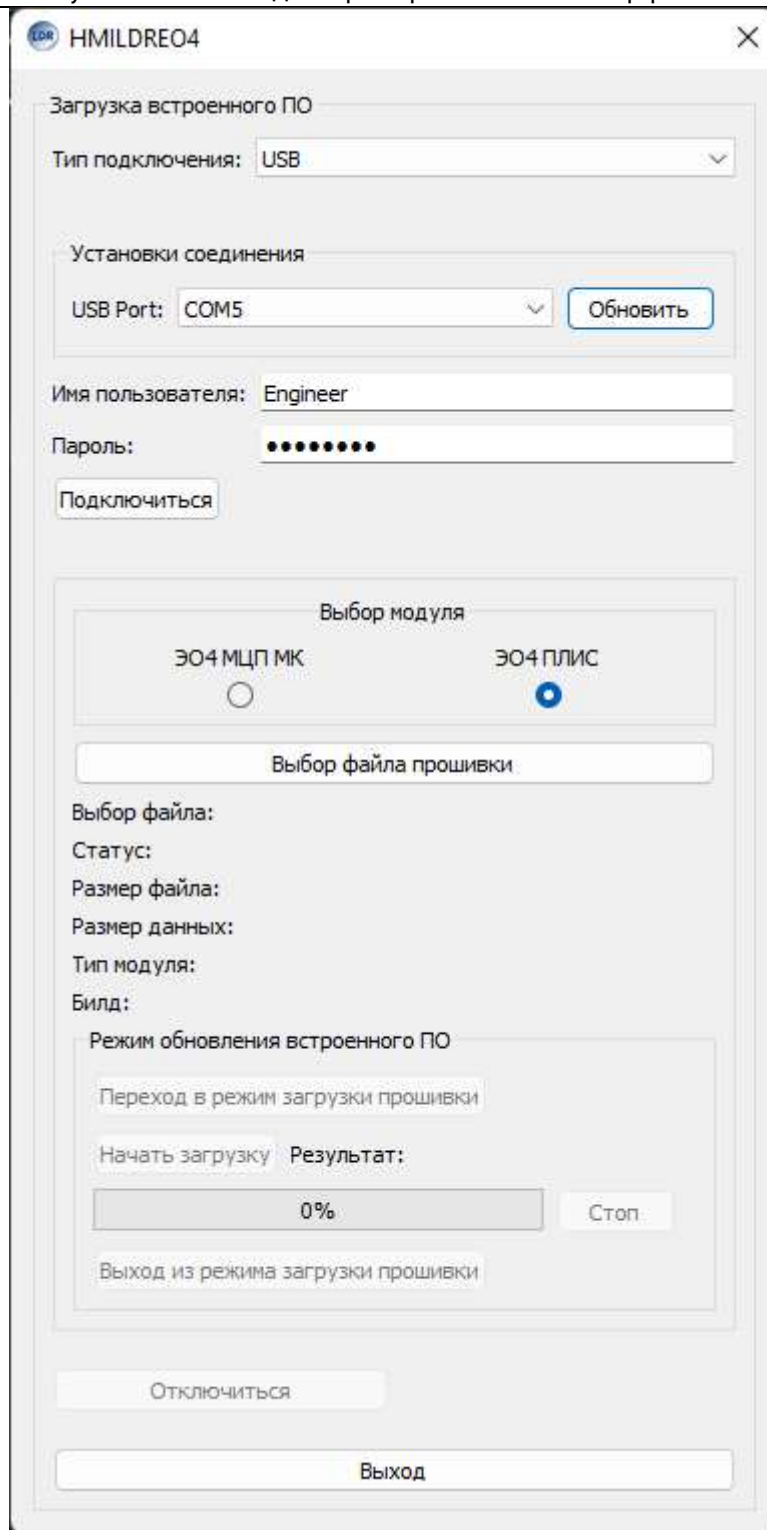

Рис. 7 Главное окно приложения
- 4.3. Запустить приложение «HMILDREO4». Для этого, в операционной системе Windows запустите файл «HMILDREO4.exe» (либо кликните на иконку приложения (Рис. 6)), а в операционных системах Asta Linux, либо Alt Linux выполните команду «./HMILDREO4» (если приложение не запустилось, убедитесь, что были предоставлены права на выполнение, как для приложения: **sudo chmod +x HMILDREO4**, так и для порта: **sudo chmod 666 /dev/ttyACM0**). На экране будет отображено главное окно приложения (Рис. 7).
- 4.6. В группе «Выбор модуля» установите радио-кнопку напротив модуля, обновление которого будет выполняться (Рис. 7).